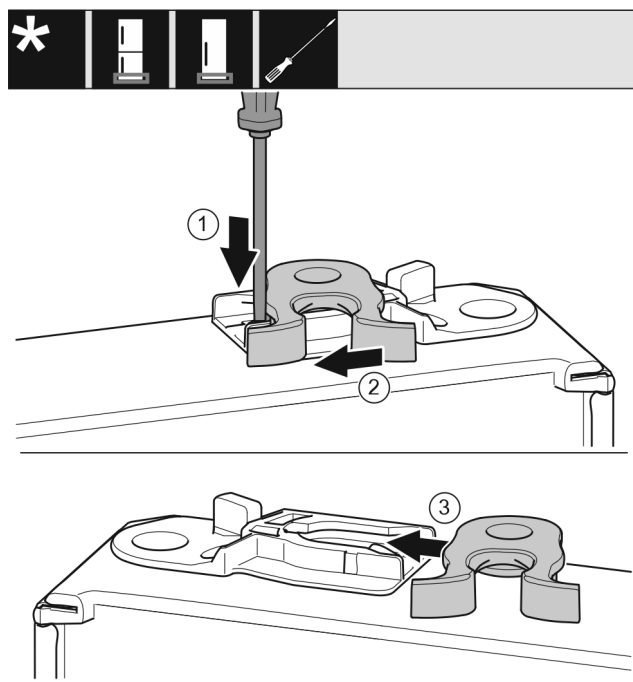

Fig. 23 *
- Potisnite spono Fig. 23 (1) navzdol s ploščatim izvijačem.*
- Povlecite zapiralni kavelj Fig. 23 (2) ven iz vodila.*
- Potisnite zapiralni kavelj Fig. 23 (3) na drugi strani v vodilo.*